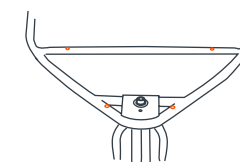

Fig. 7b
- Estos tubos deben estar alineados con los agujeros del armazón delantero (Fig. 7b).